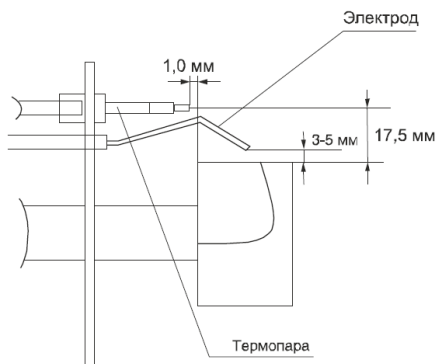

Рис. 1 (GH91301V)
| 7  | Электрод (15) не отрегулирован или неисправен.   | Проверьте и отрегулируйте по рис. 1. Замените при необходимости.   |
| 11 | Термопара (13) неправильно отрегулирована.   | Проверьте термопару. Отрегулируйте по рис. 1 при необходимости.  |